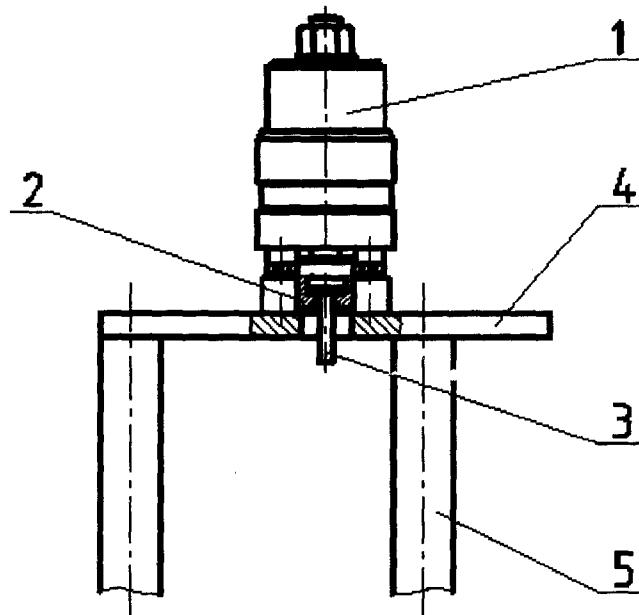

рис. 1
3.3 Прикрепить, используя приспособление, на захват прибора серьгу с чашкой под гири (рис.1) и сориентировать ее положение строго вертикально относительно оси упора, но свободно, чтобы было удобно для управления адгезиметром без дополнительной поддержки.